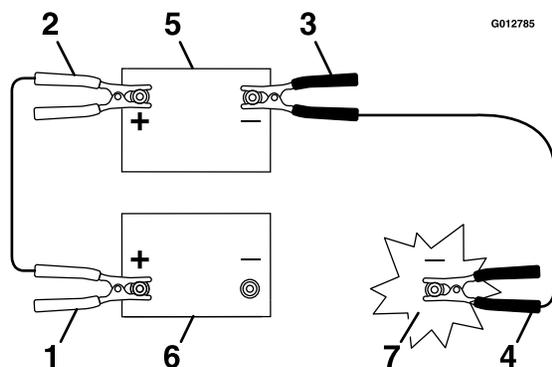

Figura 14
3. Conecte el cable positivo (+) al borne positivo (+) de la batería descargada que está conectado al motor de arranque o al solenoide, según se indica en Figura 14.